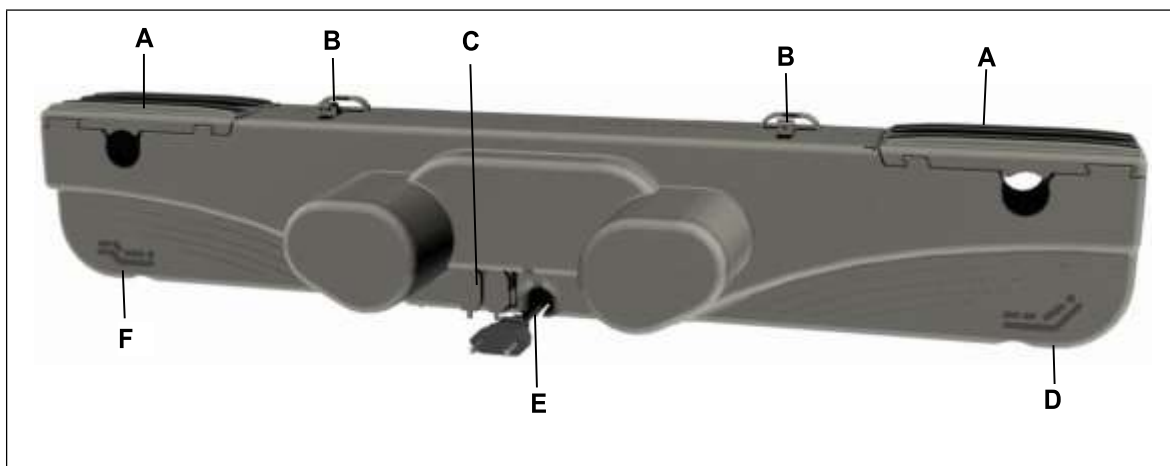

Figura 4 Componentes principais da unidade dupla OKIMAT 6 (variante com cabo de alimentação integrado)
- 2 Puxe firmemente as persianas para o lado (A). As ranhuras (B) para os suportes (D) estão descobertas.
- 3 Posicione o OKIMAT 6 e o OKIMAT 6B junto do seu produto. As ranhuras para as laterais da cabeça e dos pés devem estar devidamente alinhadas com os suportes corretos no seu produto (consulte os símbolos no OKIMAT 6 e no OKIMAT 6B, conforme descrito na Figura 4).
- 4 Empurre a unidade para dentro de modo a que os suportes (D) encaixem nas ranhuras (B).
- 5 Feche as persianas (A) da unidade encaixando-as novamente. O OKIMAT 6 e o OKIMAT 6B estão agora fixados de forma segura ao produto final.